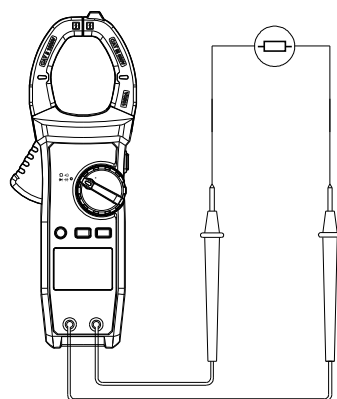

Рис. 8 Измерение сопротивления
- 2) Установите переключатель на « Ω », нажмите SELECT, чтобы выбрать измерение сопротивления Ω , подключите щупы тестовых проводов к выводам тестируемого элемента (см. рис. 8).